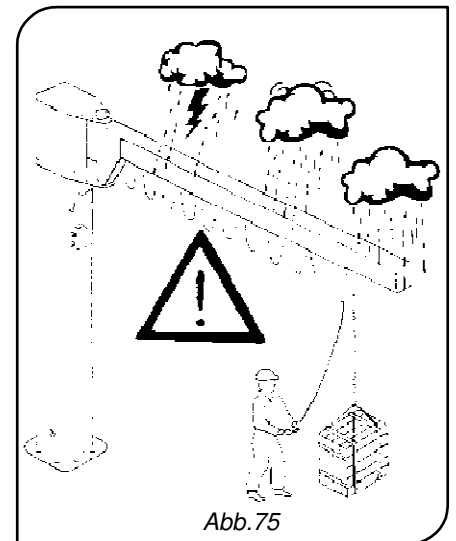

Abb. 75
- **NIE** den Kran unter nicht vorgesehen Umgebungsbedingungen oder, sofern er im Freien verwendet wird, unter widrigen, ungünstigen und/oder gefährlichen Witterungsbedingungen (starker Wind, prasselnder Regen usw.) einsetzen - (Abb. 75).